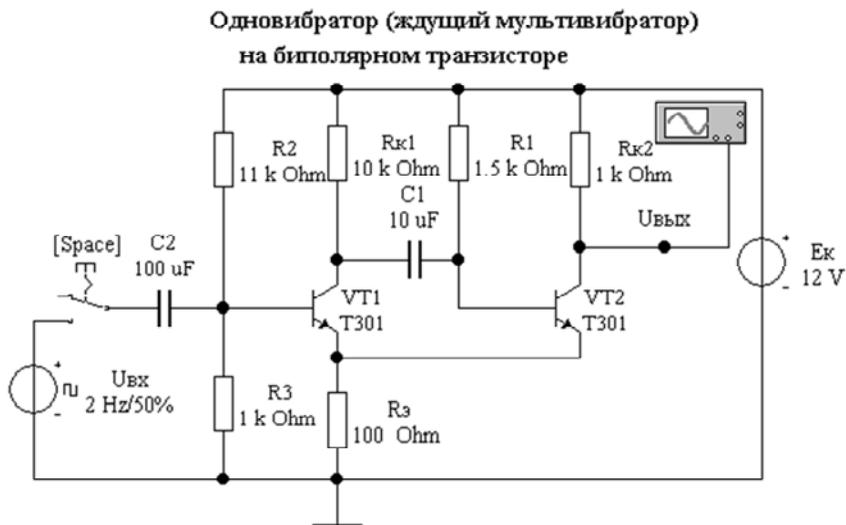

Рис. 10.8. Одновибратор на биполярных транзисторах (файл **odnov_t.ewb**)
8. Исследовать одновибратор на БТ (файл **odnov_t.ewb**, рис. 10.8). Оценить влияние элементов на параметры генерации импульсов. Для этого рекомендуется изменять на порядок параметр каждого элемента.